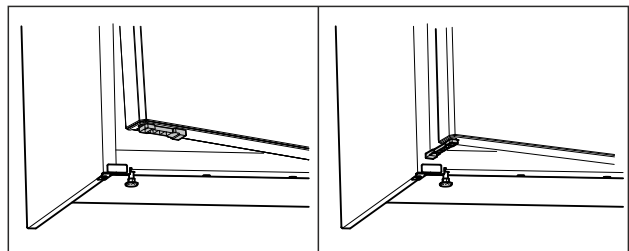

Fig. 68 *
- ▶ Pöörake ukse avamispiirajat 90°. (vt. Fig. 68) *